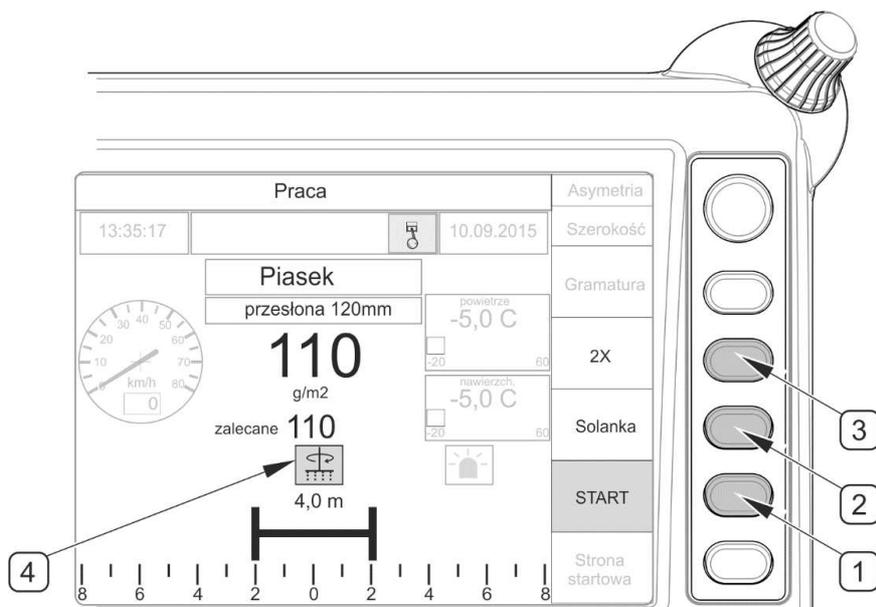

ABBILDUNG 4.24 Inbetriebnahme der Streumaschine
(1) - Taste zum Einschalten des Streubetriebs; (2) - Taste zum Einschalten der Salzlösung; (3) - Taste zur Verdoppelung der Dosierung; (4) - Kontrollleuchte eingeschalteter Streubetrieb
Auf der Betriebseite „Betrieb“ des Steuerpults (ABBILDUNG 4.24) über die Taste (1) den Streubetrieb einschalten. Die Funktion „Start“ leuchtet auf. Die Inbetriebnahme des Streutellerantriebs und des Förderbandes wird über die Kontrollleuchte (4) angezeigt. Das Versprühen der Salzlösung wird über die Taste (2) „Salzlösung“ ein- und ausgeschaltet (bei Sand nicht aktiv). Zur vorübergehenden Verdoppelung der Dosierung des Streumaterials dient die mit „2X“ gekennzeichnete Taste (3).